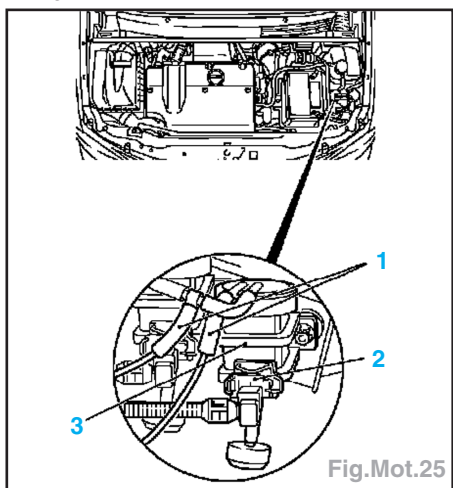

Fig.Mot.25
- Débrancher le connecteur électrique (2) (Fig.Mot.25).